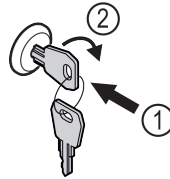

Fig. 163
- ▶ Вдавити ключ. Fig. 163 (1)
- ▶ Повернути ключ на 90° за годинниковою стрілкою. Fig. 163 (2)